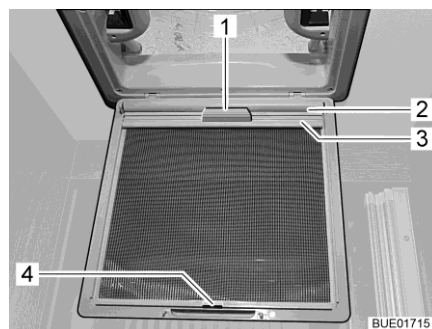

Fig. 86 Store occultant (lanterneau)
- Tirer le store occultant (Fig. 86,2) par la poignée (Fig. 86,1) et accrocher la baguette de support (Fig. 86,3) dans le crochet (Fig. 86,4) sur la moustiquaire.
- Enlever la baguette de support (Fig. 86,3) de sur le crochet (Fig. 86,4) et faire lentement redescendre le store occultant (Fig. 86,2) en le tenant par la poignée (Fig. 86,1).